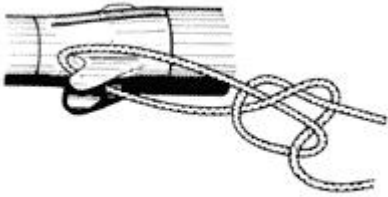

Fig. 9
2.5. Продеть оставшийся конец линя через стопор линя на носовом конусе. Потянуть за свободный конец линя до тех пор, пока эластичное кольцо не растянется приблизительно на 2-3 см. Привязать стреляющий линь к носовому конусу, сохраняя это натяжение (Рис.9).